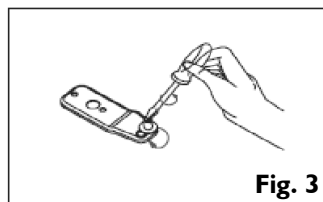
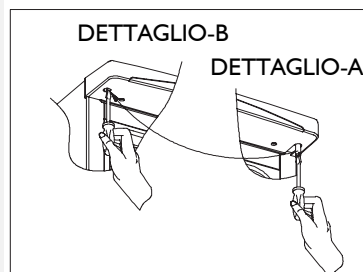

Fig. 3
Fig. 4
2. Svitare il perno dalla cerniera inferiore e avvitarlo sull'altra cerniera (Fig. 3). Avvitare la cerniera con il perno sul lato sinistro e l'altro sul lato destro.
3. Svitare il perno della cerniera superiore dalla cerniera sul lato destro (Fig.4/Dettaglio -A) e riavvitarlo in posizione nella cerniera sul lato sinistro (Fig.4/Dettaglio B).
2. Svitare la vite di fissaggio del fermo porta e rimuoverlo, quindi avvitarlo sul lato destro (Fig. 3). Rimuovere i due tappi dal lato sinistro e posizionarli sul lato destro (Fig. 3). Rimontare la porta e la cerniera, riavvitando le viti. Infine rimontare il coperchio della cerniera (Fig. 4).